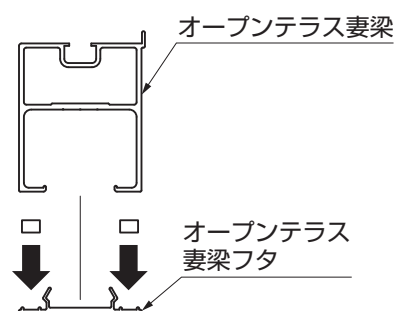

図4-8
- ③ パッキンをガタツキ防止の為、適量にカットしてオープンテラス妻梁に貼付けてください。(図4-8参照)
- ④ オープンテラス妻梁フタをオープンテラス妻梁にはめ込んでください。